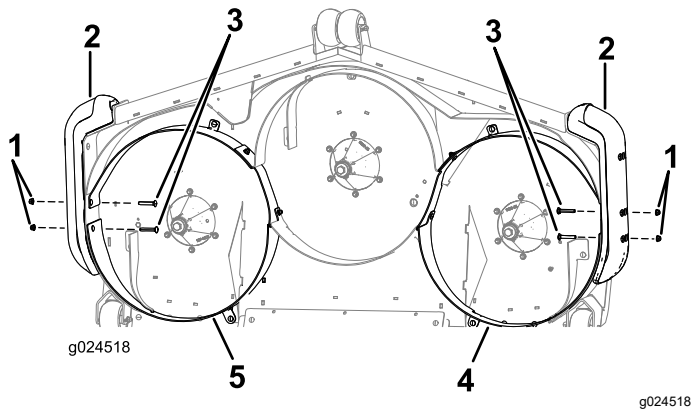

Figura 5
Nota: Para ajudar a alinhar os abafadores, insira sem apertar os parafusos de carroçaria ($\frac{3}{8}$ pol. x $2\frac{1}{2}$ pol.) e porcas flangeadas ($\frac{3}{8}$ pol.) através da lateral dos abafadores e para-choques (Figura 5).
1. Insira dois parafusos de carroçaria ($\frac{3}{8}$ pol. x $2\frac{1}{2}$ pol.) em cada lado através do abafador direito e esquerdo e para-choques (Figura 5).
2. Prenda os dois parafusos de carroçaria utilizando duas porcas flangeadas ($\frac{3}{8}$ pol.) em cada lado (Figura 5).